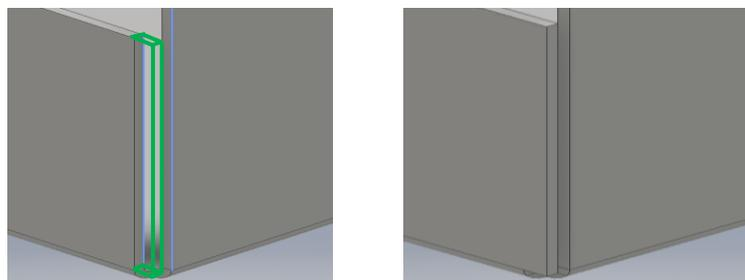

Ilustración 395. Modificación de esquinas sobre Pieza 3. Cubierta de ordenador.
- Aplique sobre las cuatro esquinas la configuración definida en la *Ilustración 395*.